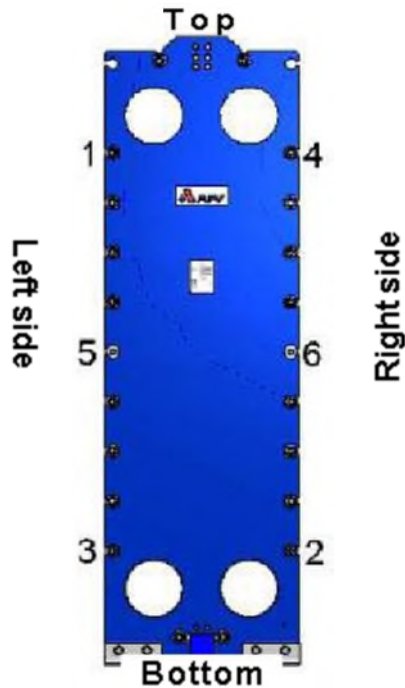

Figura 41: Numerazione dei tiranti
- 1) Confermare che le fasi di installazione della piastra (sezione 9.4) e dei tiranti (sezione 9.5) sono state completate. Installare i tiranti da 1 a 4 quando la distanza tra i tiranti 1 e 3 è inferiore a 1200 mm o installare i tiranti da 1 a 6 quando la distanza tra i tiranti 1 e 3 supera i 1200 mm (**Figura 41**).